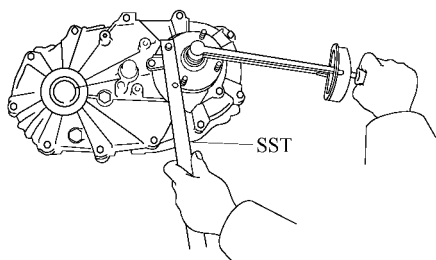

图 12-39 装上结合法兰的锁紧螺母
1) 将结合法兰装到后输出轴上, 使用结合法兰固定工具固定住法兰, 装上结合法兰的锁紧螺母, 如图 12-39 所示。